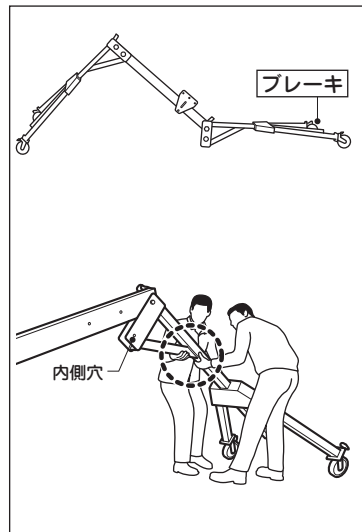

図9
- ④ 片側のキャスタにブレーキをかけ、もう片側のフレームを二人でキャスタを転がしながら起こして、フレーム内側の穴とビームにボルトとナットで仮締めしてブレーキをかけてください。(図9)